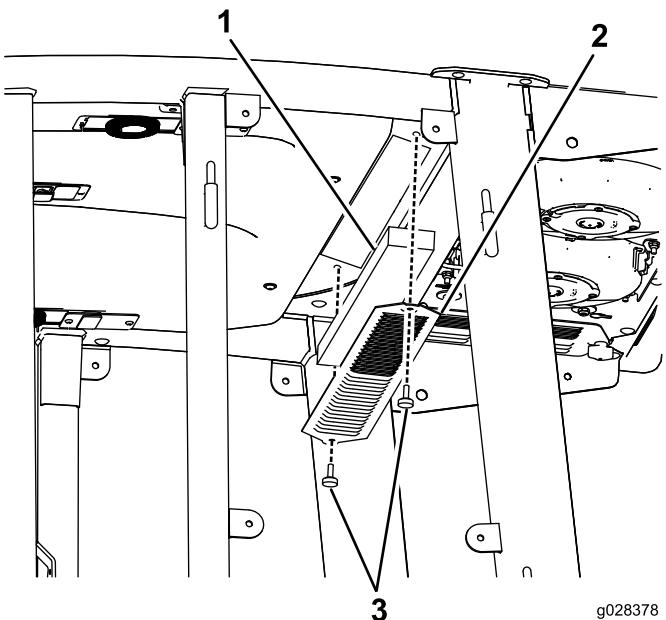
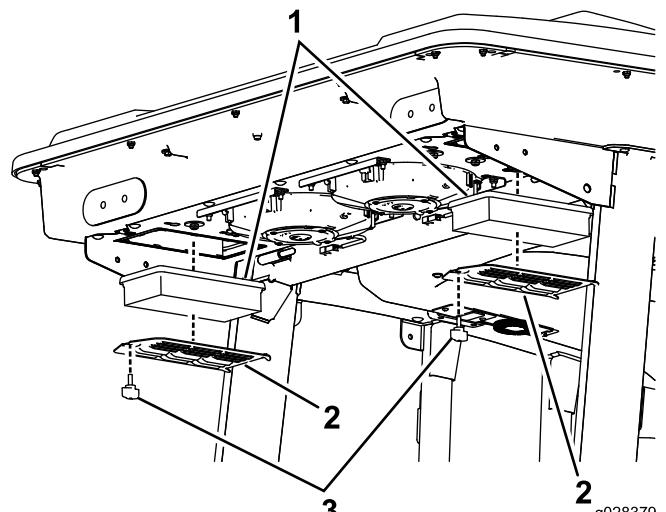

Bild 89
Bild 90
1. Nehmen Sie die Schrauben und Gitter von den internen und hinteren Kabinenluftfiltern ab (Bild 89 und Bild 90).
5. Entfernen Sie die Luftfilter (siehe Bild 90).
7. Bauen Sie Luftfilter, Gitter und Klimaanlage wieder ein (Bild 90, Bild 91 und Bild 92).